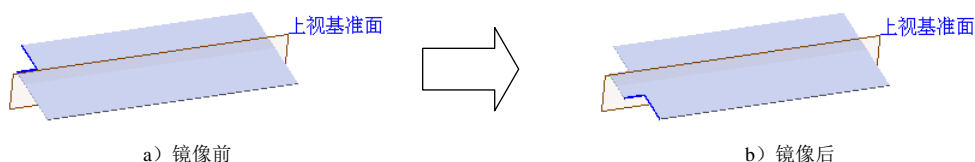

图 14.4.12 镜像 1
Step7. 创建图 14.4.12 所示的镜像 1。
(1) 选择命令。选择下拉菜单 **插入(I)** → **阵列/镜像(E)** → **镜像(M)...** 命令。
(2) 定义镜像基准面。选取上视基准面作为镜像基准面。
(3) 定义镜像对象。选择切除—拉伸 1 作为镜像 1 的对象。
(4) 单击  按钮, 完成镜像 1 的创建。